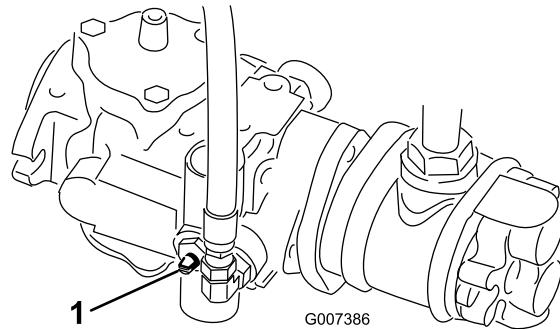

Figura 40
- Girate la valvola bypass sulla pompa in modo che la scanalatura sia verticale (Figura 40).
- Prima di avviare il motore chiudete la valvola bypass girandola in modo che la scanalatura sia orizzontale (Figura 40). Non avviate il motore quando la valvola è aperta.